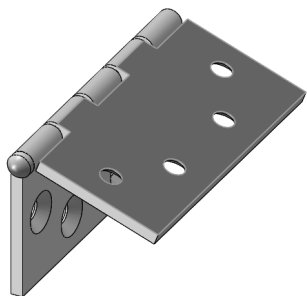
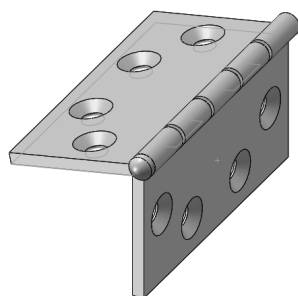
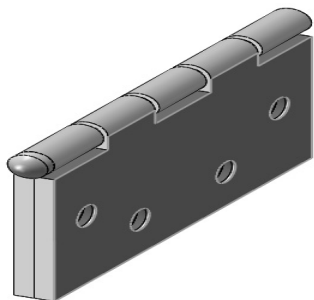

图 7-67 移动合叶<2>打开的一般位置
图 7-68 移动合叶<2>打开的最大极限位置
图 7-69 移动合叶<2>关闭极限位置
- [4] 移动合叶<2>。注意不能使之通过合叶<1>的竖直边侧, 并且当它们相互接触时, 面将高亮显示。移动合叶<2>打开的一般位置如图 7-67 所示。移动合叶<2>打开的最大极限位置如图 7-68 所示。移动合叶<2>关闭极限位置如图 7-69 所示。